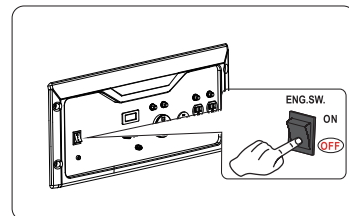

Fig 16
1. Gire el botón del motor ON/OFF a la posición "OFF". (fig 16)